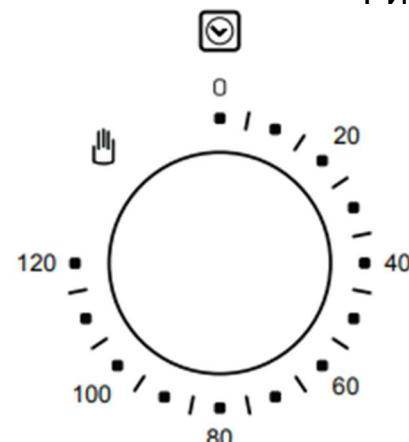

Рис. 1
- Для нормальной работы встроенного духового шкафа размеры ниши или кухонной тумбы, куда он будет монтироваться, а также выбор материала, который должен быть устойчив против высоких температур, должны быть верными. Пожалуйста, производите установку согласно размерам, указанным **на рис. 1 или рис. 2**
- Для обеспечения большей циркуляции воздуха монтаж следует выполнять так, как указано **на рис. 1 или на рис. 2**
**УСТАНОВКА ПРИБОРА****РИСУНОК 1**
1. Поверните регулятор таймера по часовой стрелке, выбрав необходимое время приготовления (Рис.1);